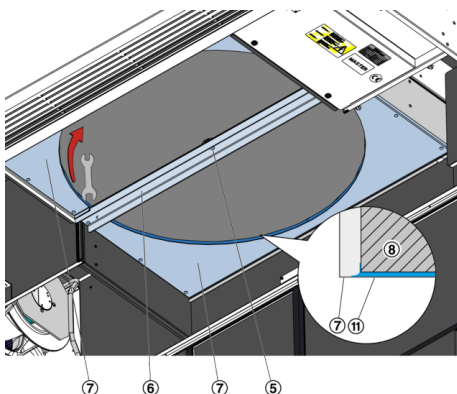

Abb. 94: RWT-Gehäuse schließen
8. ▶ Blech (Abb. 94/7) und Traverse (Abb. 94/6) mit Schrauben wieder montieren.
Mittelschraube (Abb. 94/5) mit Schraubensicherung (z.B. Loctite 243) einschrauben.
Die an der Speichermasse befestigte Umlaufdichtung (Abb. 94/11), z.B. mit einem Schraubenschlüssel in Position bringen.
Die Innenseite der Umlaufdichtung ist nach außen gewölbt und muss unter das Blech (Abb. 94/7) geschoben werden.